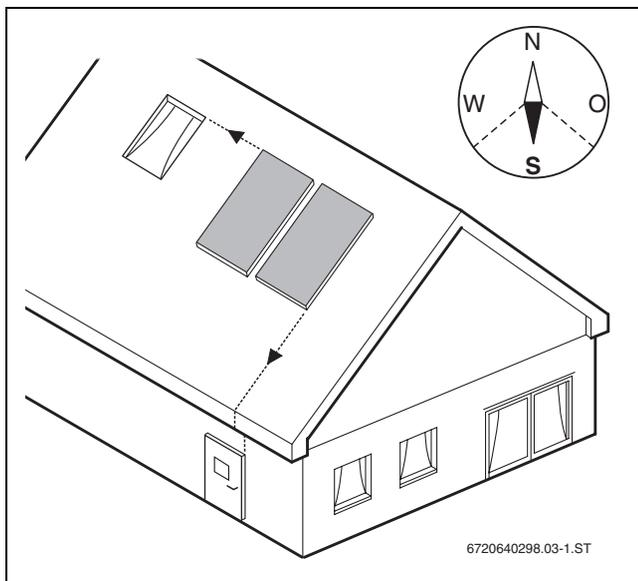

Fig. 10
- Orientare il campo collettori il più possibile verso sud (→ fig. 10).
- Allineare il campo collettori in modo tale che sia in corrispondenza di finestre, porte ecc. (→ fig. 10).